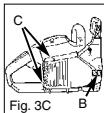

Fig. 3C
2. Enlever les 2 écrous de fixation (B) du guide-chaîne. Desserrer les 2 vis arrière du carter d'embrayage (C) et enlever le carter d'embrayage. (Fig. 3C)